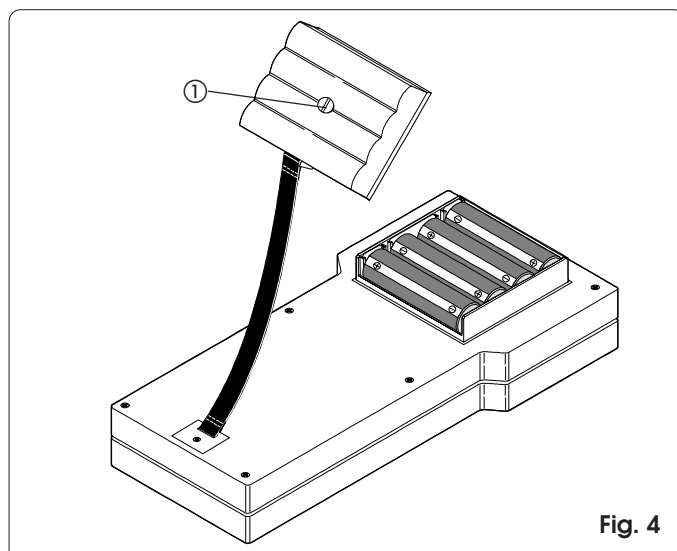

Fig. 4
Dévisser la vis de fermeture du logement des batteries situé sur le fond de FAACOTUM (fig. 4 réf. ①) et soulever le couvercle.